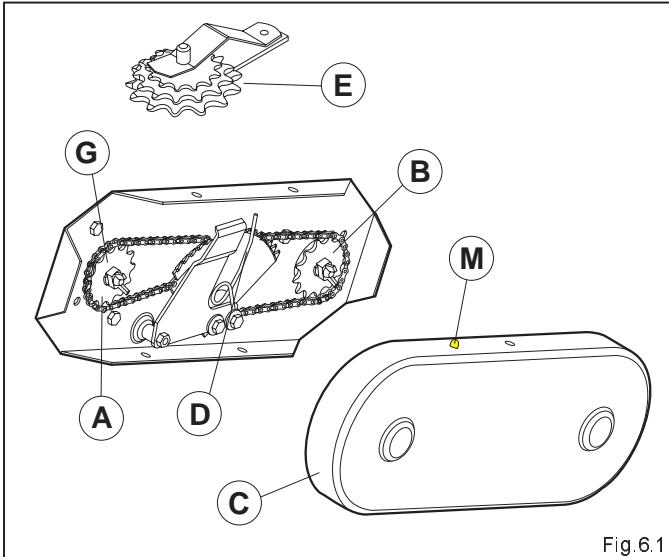

Fig.6.1
- 1) Togliere il coperchio **C** premendo con le dita sugli appositi ganci di chiusura **M** (Fig.6.1).